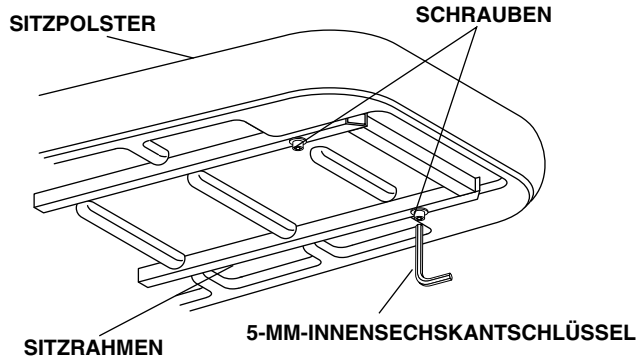

Abbildung 10: Sitzpolster austauschen
2. Entfernen Sie das Sitzpolster durch Lockern der vier darunter befindlichen Rändelschrauben (siehe *Abbildung 10 auf Seite 14*).